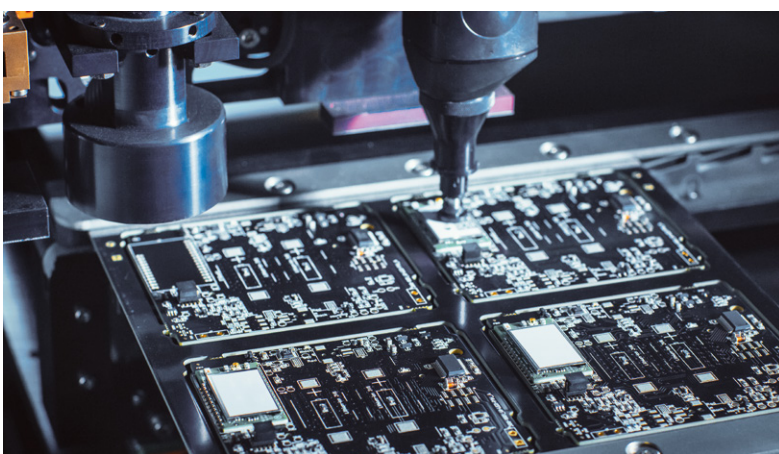

Bild 2: Pick-and-Place-Maschinen platzieren die Bauteile automatisch auf dem PCB.
Dabei sind die Vorteile von SMD gegenüber THT hinsichtlich des Preises, der Abmessungen sowie des Gewichts eindeutig. In der Industrie können mit sogenannten Pick-and-Place-Maschinen (Bild 2) über 500.000 SMD-Bauteile pro Stunde auf Leiterplatten platziert werden. Mittlerweile gibt es eine deutlich größere Auswahl von Bauteilen auf Basis der SMD-Technologie. Beispiele hierfür sind Dioden, Transistoren, Kondensatoren, Widerstände aber auch Integrated Circuits (IC). Jedoch können auch THT-Bauteile einen Vorteil bieten: Die mechanische Belastbarkeit und die Leistungsfähigkeit (z. B. Widerstände) sind höher als bei SMD-Bauteilen. Deshalb wird THT branchenübergreifend gerne für Stecker wie USB oder HDMI genutzt.